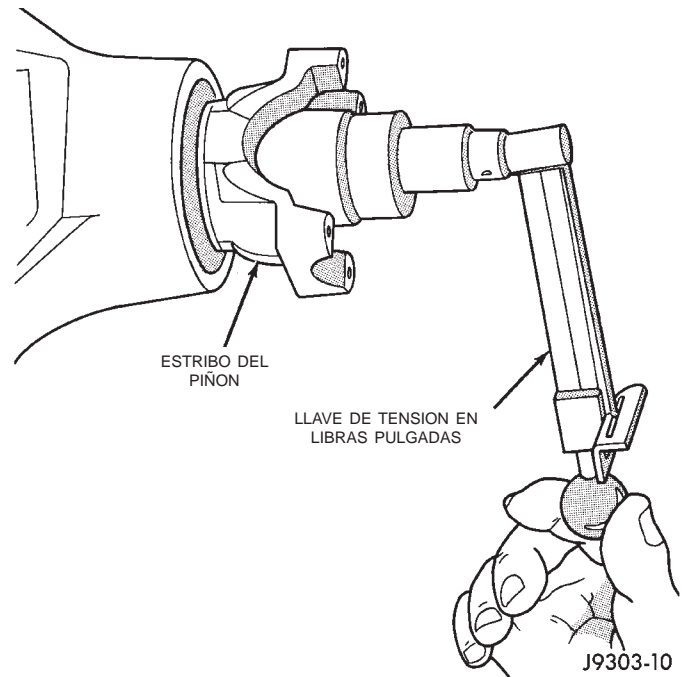

Fig. 24 Verificación del esfuerzo de rotación del piñón satélite
(10) Apriete la tuerca lentamente en incrementos de 6,8 N·m (5 lbs. pie) hasta lograr el esfuerzo de rotación necesario. Mida con frecuencia el esfuerzo de rotación para evitar aplastar en exceso el separador (Fig. 24).
(11) Haga girar el piñón satélite diez veces como mínimo. Compruebe que el piñón gira con suavidad. Verifique la torsión de rotación con una llave de tensión en libras pulgadas (Fig. 24). La torsión necesaria para hacer girar al piñón satélite debe ser:
(12) Instale el conjunto del diferencial y los semiejes, según sea necesario.
(13) Alinee las marcas originales del estribo y el eje propulsor e instale éste último.